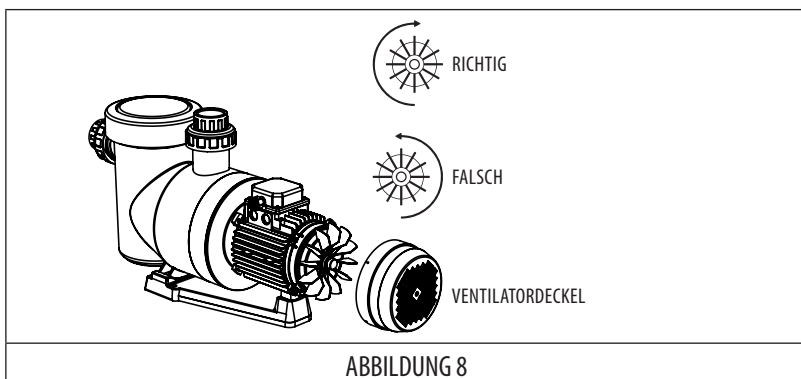

ABBILDUNG 8
- Überprüfen Sie, ob sich der Motor in die richtige Richtung dreht (schauen Sie auf den Ventilator hinten am Motor). (ABBILDUNG 8).